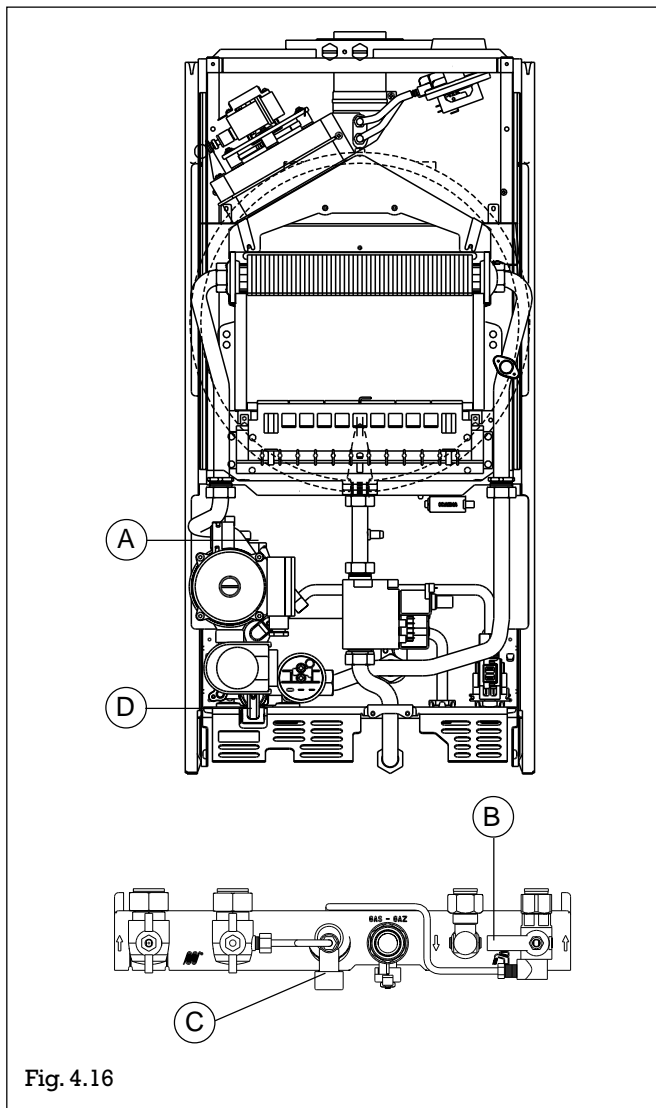

Fig. 4.16
- agir sur le levier de la soupape de sécurité (D sur la figure 4.16) ou dévisser légèrement la petite vanne de vidange (fig. 4.12) placée sous le pressostat eau (clé plate de 11 à glisser par le dessous), l'eau s'écoulera par le petit tube plastique).
- Placer le robinet d'entrée d'eau froide (B) sur la position "remplissage" (manette vers le bas) et ouvrir le petit robinet (C) du disconnecteur jusqu'à ce que la pression indiquée par le manomètre soit comprise entre 0,6 et 1,5 bar (fig. 4.16 et 4.17). Après remplissage, refermer le robinet (C) et placer le robinet (B) sur la position "ouvert" (manette vers le haut).